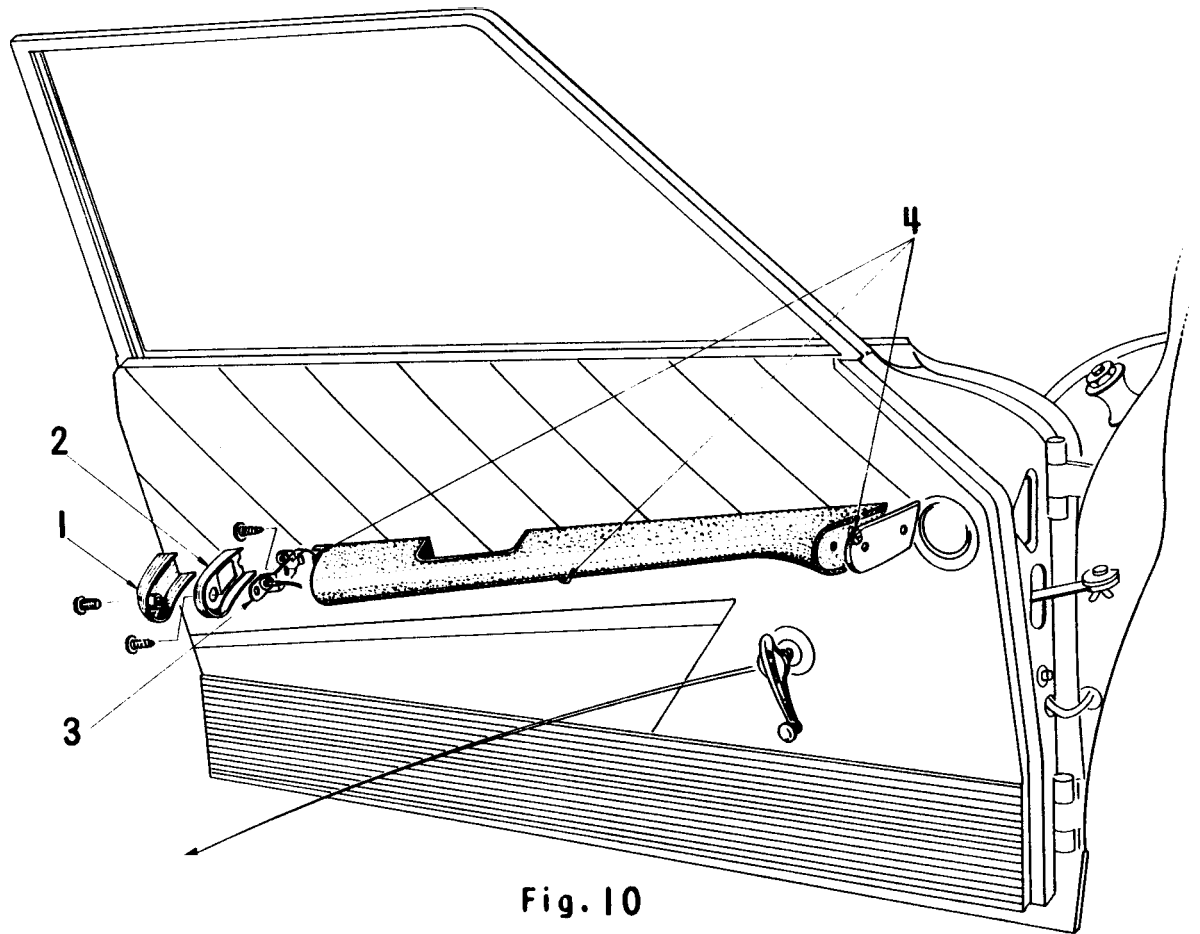

Fig. 10
8170 - DEPOSE et POSE d'un ACCOUDOIR de PORTE (Fig. 10) Outillage
- 5) Présenter sur l'accoudoir, le support de lampe et ses fils. Engager ceux ci dans leur passage respectif et poser la gaine de protection sur les deux fils Brancher les fils aux couleurs correspondantes sur le faisceau d'alimentation Engager les fils a l'intérieur du panneau, **Très important - Certaines voitures ont été équipées de support de lampe muni de deux fiches mâles.** Dans ce cas, s'assurer que la borne A (Fig. 10) n'est pas branchée sur le positif.
- 7) Fixer le support de lampe (3), bloquer (*tournevis*). Poser l'enjoliveur (2), bloquer (*tournevis*). Intercaler le joint sous la vis. Poser la lampe. Poser l'écran, serrer légèrement la vis (*tournevis*).